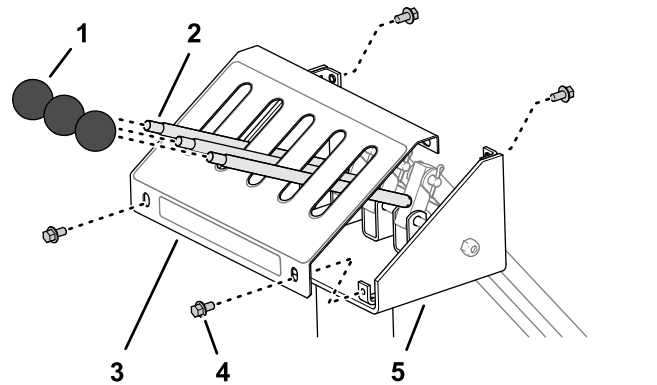

Figura 23
1. Retire los 3 pomos de las palancas de la consola de control (Figura 23).
2. Retire los 4 tornillos con arandela prensada que sujetan la tapa a la consola de control, y retire la tapa (Figura 23).